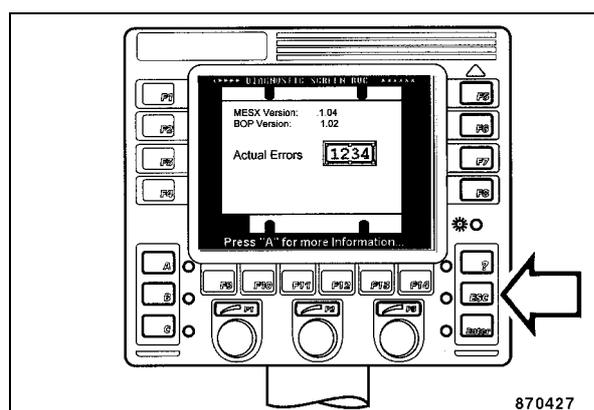

Рис. 203
- Кнопкой "ESC" (Рис. 203) выйдите из экранной страницы с текущим кодом ошибки.